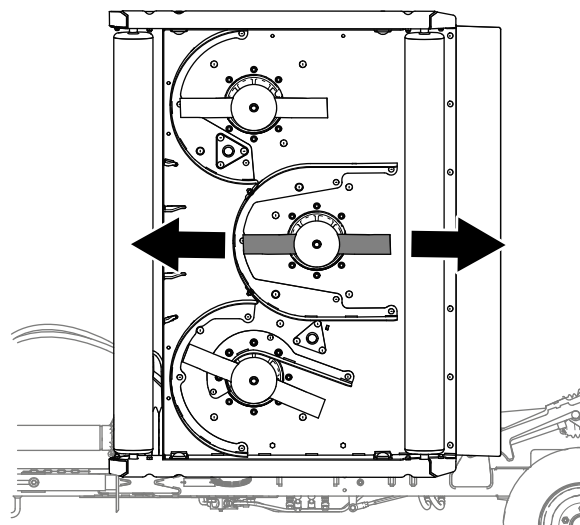

Figura 78
1. Para cada plataforma do cortador cuja inclinação esteja a ajustar, alinhe a lâmina do cortador central conforme se mostra na Figura 78.